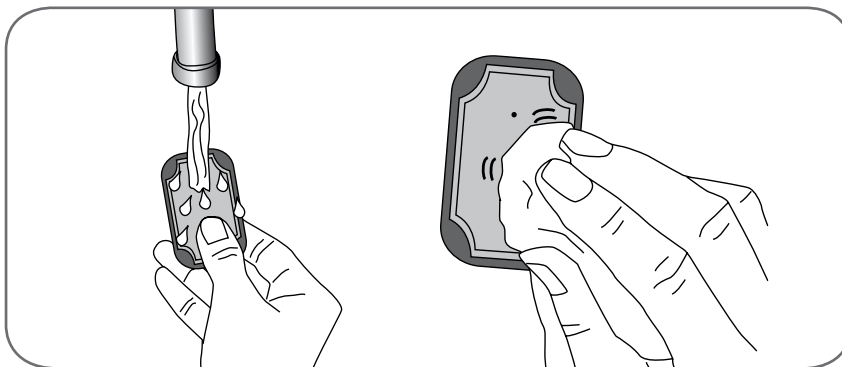

Bild 8-4: (vänster) Blöt tygelektroden (höger) Torka bort överflödigt vätska från tygelektroden
3. Fukta tygelektrodena tills de är mättade. Se bild 8-4.
4. Torka bort överflödigt vatten från tygelektrodena. Se bild 8-4.